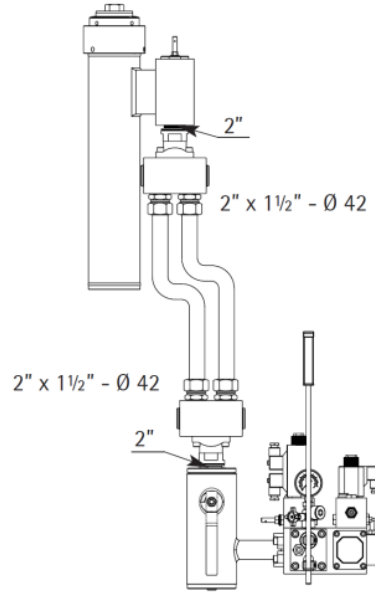

Fig. 12 – Collegamento con n°2 Tubi rigidi Ø 42
- Con due tubi in acciaio diametro 42 mm in parallelo e due raccordi a 3 vie 1 ½" x 2" x 1 ½" (vedi Fig. 12).